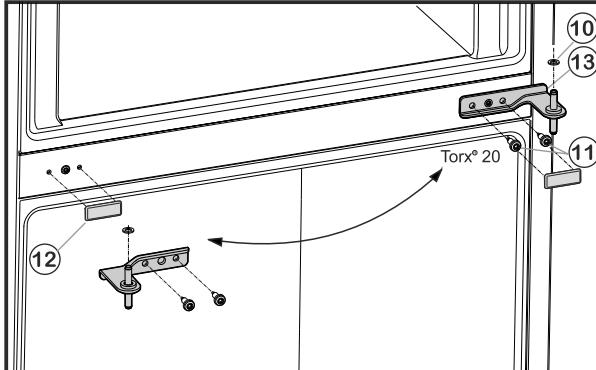

Fig. 6
► Развийте закрепващите винтове Fig. 6 (11)(2 x Torx® 20) и извадете средната лагерна опора от долната врата.
► Свалете пластмасовия диск Fig. 6 (10).
► Изтеглете внимателно капака Fig. 6 (12).
► Поставете капака Fig. 6 (12) отново на срещуположната страна.
- ▶ Поставете средната лагерна опора Fig. 6 (13) завъртена на 180° в долната врата и я завийте със закрепващи винтове Fig. 6 (11) (2 x Torx® 20) върху новата шарнирна страна (**с 4 Nm**).
- ▶ Поставете отново пластмасовия диск Fig. 6 (10).
- ▶ Поставете горната врата върху лагерната опора в средата Fig. 6 (13).